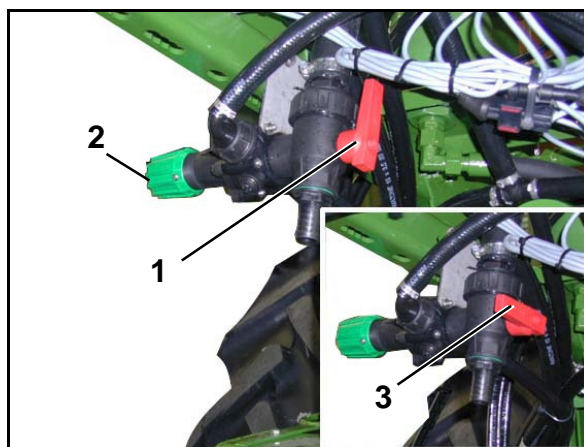

Fig. 178
- der DUS-Umschaltheh (Fig. 178/1).
- das DUS-Druck-Begrenzungs-Ventil (Fig. 178/2). Das DUS-Druck-Begrenzungs-Ventil ist werkseitig fest eingestellt und reduziert den Druck im Druck-Umlauf-System auf 1 bar.
Befindet sich der DUS-Umschaltheh in Position (Fig. 178/1), ist das Druck-Umlauf-System eingeschaltet.
Befindet sich der DUS-Umschaltheh in Position (Fig. 178/3), ist das Druck-Umlauf-System ausgeschaltet.